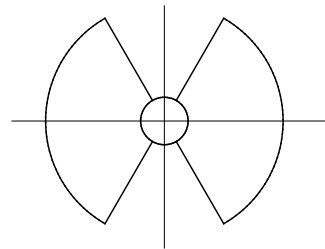

图 5
3) 把一张白纸放在载物台上, 在还没旋上物镜时, 调节聚光镜调节螺钉 3 使汞灯弧像显示在白纸上。(图 5)
4) 如果汞灯弧像没有居中, 调节灯箱旋钮 1 和旋钮 2 直至汞灯弧像如图 5 所示。